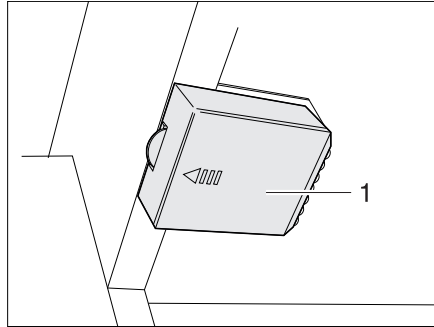

Fig. 174 Eclairage de la penderie avec DEL, compartiment à piles fermé
- Pousser le couvercle (Fig. 174,1) dans la direction de la flèche.